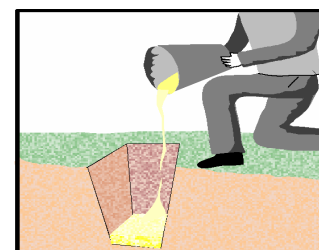

Rys.6
- Wykonać wykopy pod słupki o wymiarach 40 x 40 cm i głębokości 60 do 80 cm, w zależności od rodzaju gruntu i strefy przemarzania (sprzedawca doradzi) ( Rys.6 i 7 ). Na dnie wykopu należy wykonać podsypkę z piasku 5 do 10 cm ( Rys. 8 ).